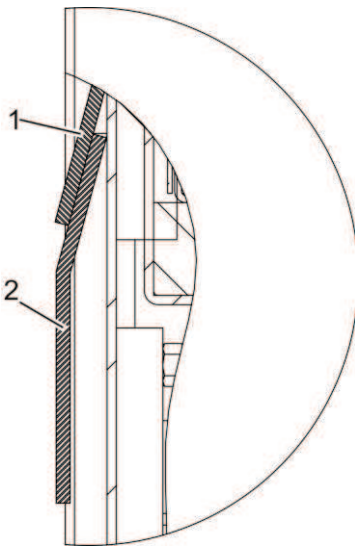

Abb. 14: Gerät einhängen
9. Das Gerät von oben mit den Gerätewinkeln (Abb. 14/1) in die Wandschienen (Abb. 14/2) einhängen.